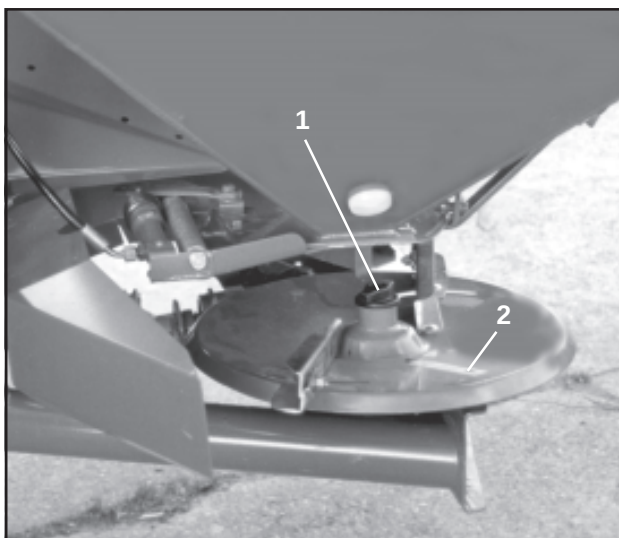

Fig. 7.30
- Verwijder de vleugelbout (fig. 7.30/1).
Bij het monteren, de strooischotels “links” en “rechts” niet verwisselen. Strooischotels zijn dienovereenkomstig met een sticker (fig. 7.30/2) gekenmerkt.